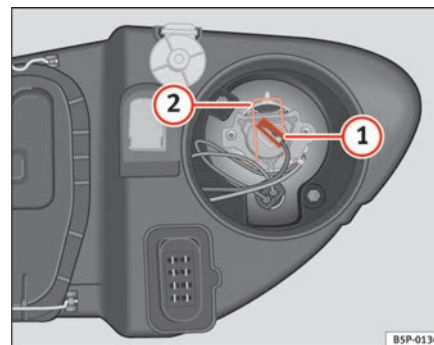

Fig. 181 Luz de carretera
- Extraiga el conector ⇒ fig. 181 ① de la lámpara.
- Presione el resorte ⇒ fig. 181 ② hacia dentro y hacia la derecha.